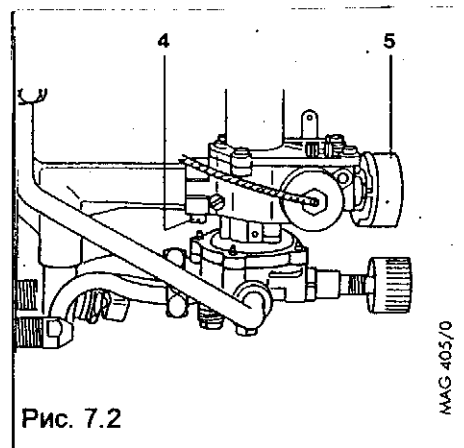

Рис. 7.2
- (рис. 7.2)
- Вывернуть запорный винт (4) штуцера для измерения входного давления газа.
- Завинтить обратно запорный винт (4) штуцера измерения давления на входе.